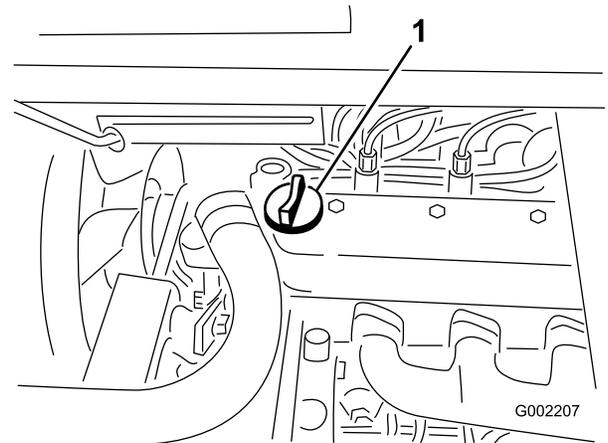

Figura 19
3. Se l'olio è insufficiente, togliete il tappo di rifornimento dal coprivalvola (Figura 19) e versate l'olio nel foro finché non raggiunge il segno Full (pieno) sull'asta; il tipo di olio e la viscosità adatti sono riportati nella sezione Cambio dell'olio motore \(pagina 41\).